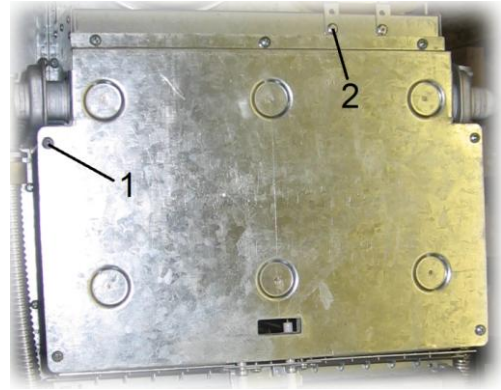

Рис. 16. Демонтаж теплообменника
- 7) отвернуть семь саморезов 1 (см. Рис.16) крепления планки 2 газоотводящего устройства и снять планку;